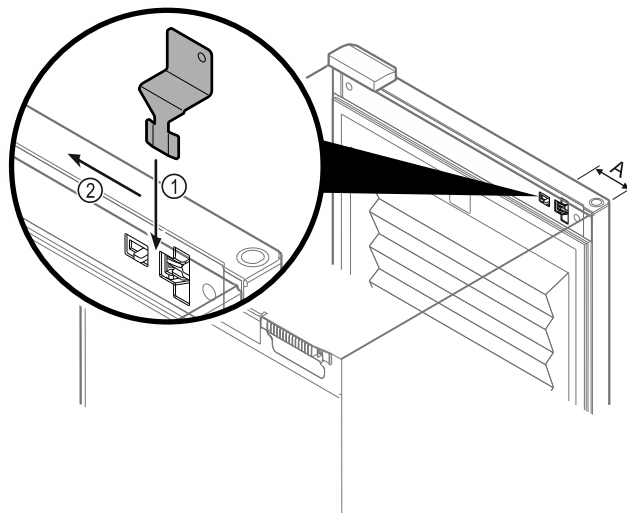

Fig. 150
- Novietojiet ārkārtas atslēgšanas atslēgu norādītajā vietā *Fig. 150 (A)* ≈ 100 mm.
- Iespraidiet no augšas līdz galam ārkārtas atslēgšanas atslēgu *Fig. 150 (1)* starp durvīm un ierīces korpusu.
- Velciet ārkārtas atslēgšanas atslēgu eņģu virzienā. *Fig. 150 (2)*